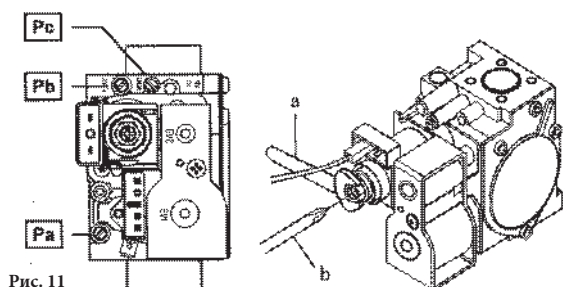

Рис. 11
Процедура калибровки регулятора давления зависит от типа установленного газового клапана (HONEYWELL или SIT, см. рис. 11).
- Подключить положительный вход дифференциального манометра к штуцеру P_b газового клапана (см. рис. 11). Подключить (только для моделей с закрытой камерой сгорания) отрицательный вход манометра через тройниковый отвод для того, чтобы соединить компенсационный выход котла, компенсационный выход газового клапана P_c и манометр. (Аналогичные измерения могут быть произведены при подключении манометра к штуцеру P_b после снятия передней панели закрытой камеры сгорания);
- Поворачивать латунный винт ключом а (см. рис.11,12) до достижения давления, указанного в таблице 1 для соответствующей модели котла и соответствующего типа газа.
- Убедиться, что давление газа на входе газового клапана (штуцер P_a) (см. рис. 11) соответствует норме (37 мбар для пропана G31 и 20 мбар для метана G20);